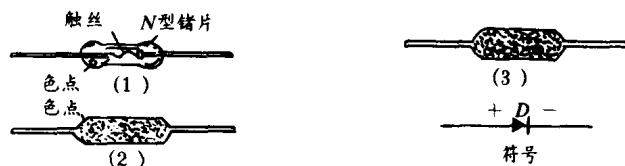

图1-4 晶体二极管的外形与符号
晶体二极管用字母D代表，在电路中常用图1-4中的二极管符号表示，其箭头表示：电流（或正电荷）只能顺着箭头方向流动，而不能逆着箭头方向流动。图1-4是常用的晶体二极管的外形及符号。
①看外壳上的符号标记：通常在二极管的外壳上标有二极管的符号（参看图1-4）。标有三角形箭头的一端为正极，另一端为负极。
②看外壳上标记的色点：在点接触型二极管的外壳上，通常标有色点（白色或红色）。除少数二极管（如2AP9、2AP10等）外，一般标记色点的这端就是正极（参看图1-4）。
③透过玻璃壳看触针：对于点接触型玻璃外壳二极管，如果标记已被磨掉，则可将外壳上的漆层（黑色或白色）轻轻刮掉一点，透过玻璃看哪头是金属触针，哪头是N型锗片。有金属触针的那头就是正极（参看图1-4）。